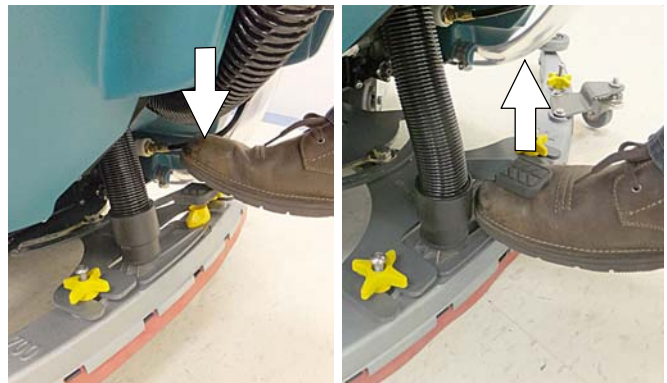

ABB. 36
4. Senken Sie die Abstreiferleiten-Einheit auf den Boden ab, indem Sie auf das Fußpedal treten (Abbildung 36). Um die Abstreiferleiten-Einheit anzuheben, stellen Sie den Fuß unter das Fußpedal und heben es an. Der Saugmotor startet automatisch, wenn die Abstreiferleiten-Einheit abgesenkt ist.